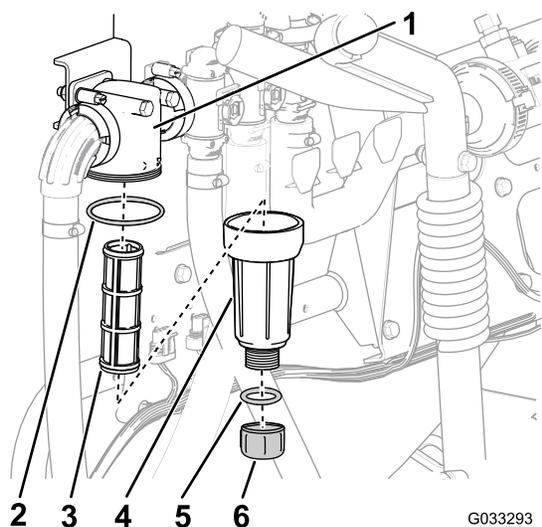

Figura 55
2. Coloque un recipiente de drenaje debajo del filtro de presión (Figura 55).
3. Gire el tapón de vaciado en sentido antihorario y retírelo de la cubeta del filtro de presión (Figura 55).
4. Enrosque la cubeta en sentido antihorario y retírela de la cabeza del filtro (Figura 55).
5. Retire el elemento usado del filtro de presión (Figura 55).
6. Inspeccione la junta tórica del tapón de vaciado (situada dentro de la cubeta) y la junta tórica de la cubeta (situada dentro de la cabeza del filtro) en busca de daños o desgaste (Figura 55).
7. Instale el elemento nuevo del filtro de presión en la cabeza del filtro (Figura 55).
8. Instale la cubeta en la cabeza del filtro, y apriétela a mano (Figura 55).
9. Instale el tapón en la cubeta, y apriételo a mano (Figura 55).